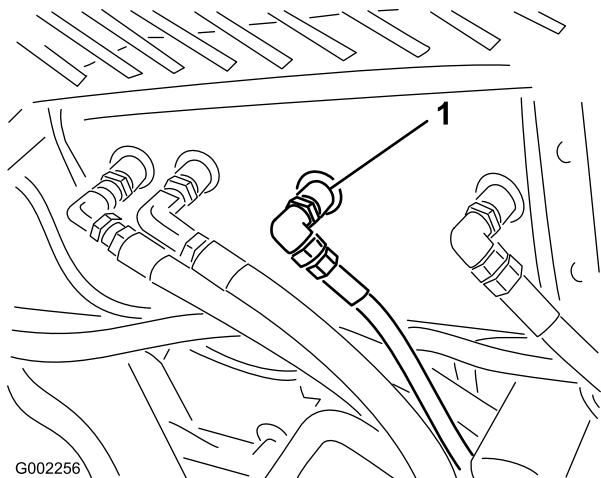

図 58
2. 油圧オイルタンクの底面についているホースのうちの1本の周辺をきれいに拭く (図 58)。
4. ホースのフィッティングをタンクから外してオイルを容器に受ける (図 58)。